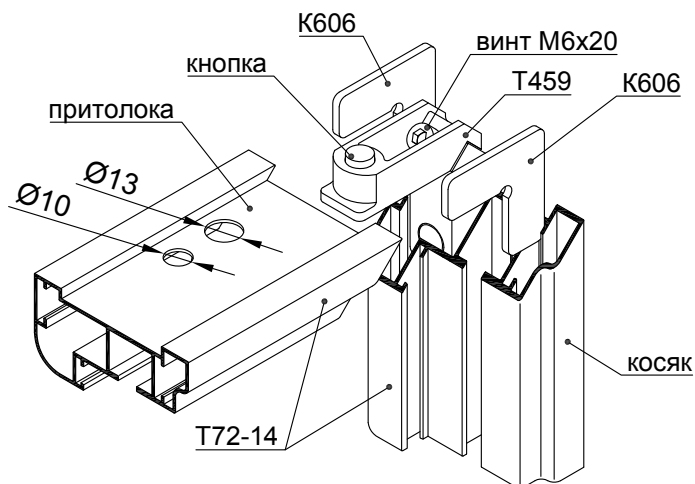

Рис. 9.1
3. Установить в косяк уголки К606 и соединительный уголок Т459 головкой винта М6х20 наружу (см. рис. 9.1). Кнопку на угловом соединителе необходимо совместить с отв. Ø10 мм в косяке;